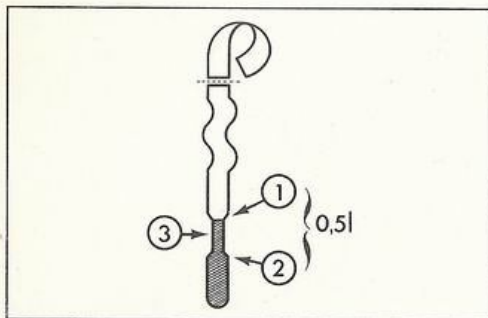

Fig. 32 - Astina di misurazione olio
- Per i rabbocchi, badare che il livello non oltrepassi l'estremità superiore della tacca sull'astina di misurazione. La distanza fra le due estremità della tacca corrisponde a circa 0,5 litri. (Fig. 32).